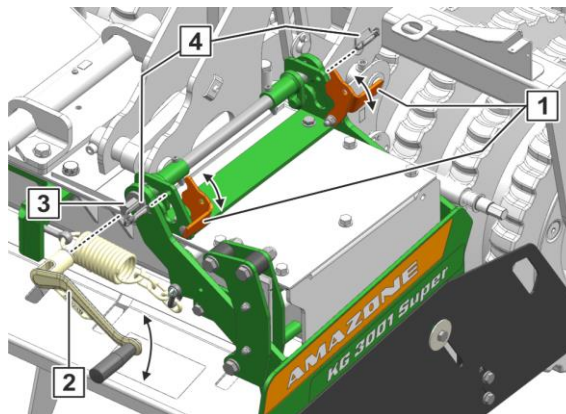

Fig. 144
1. Afmonter ringsplitterne (Fig. 144/4).
2. Sæt betjeningsværktøjet (Fig. 144/2) på indstillingsakslen (Fig. 144/3).
3. Drej betjeningsværktøjet i retning mod uret for at aflaste holdevinklerne (Fig. 144/1).